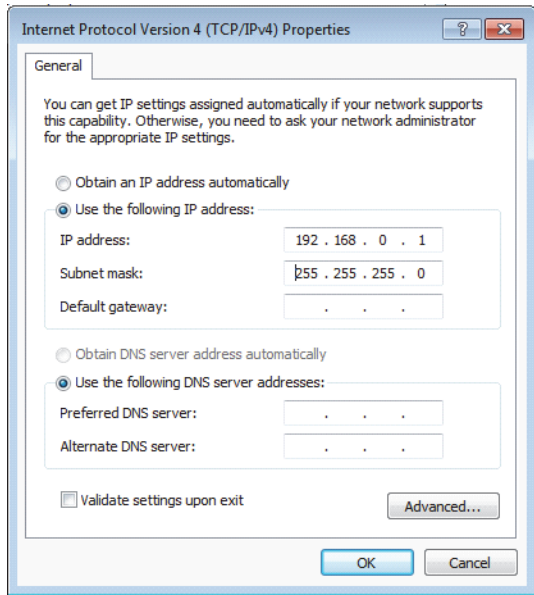

图 7-23 互联网协议版本 4（TCP/IPv4）属性对话框（Windows 7）
7. 在 **Internet Protocol Version 4 (TCP/IP) Properties**（互联网协议版本 4 属性）对话框中，选择 **Use the following IP address**（使用以下 IP 地址）（参见第 192 页的图 7-23）。